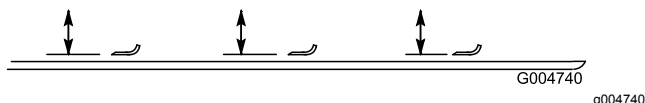

Figura 116
2. Rode a lâmina até que a extremidade fique virada para a frente e para trás e meça entre o interior da plataforma do cortador e a parte cortante na zona dianteira da lâmina (Figura 116).